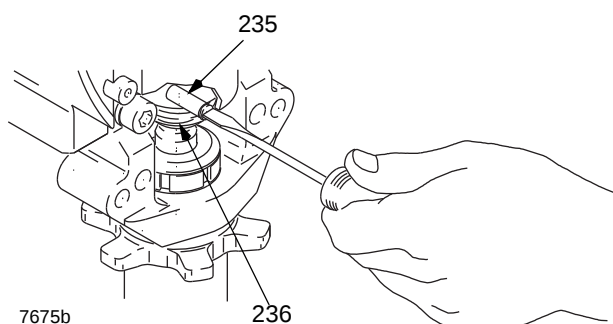

FIG. 1
3. Desaperte o tubo de sucção (34) da bomba, mantendo a chave na válvula de admissão da bomba (A) para que esta não fique descomprimida.
4. Desligue o tubo flexível de saída da bomba (100) do bocal de saída do pistão de bombagem (60).
5. FIG. 1. Utilize a chave de fendas para levantar a mola retentora (236) do topo da bomba. Retire o pino (235).